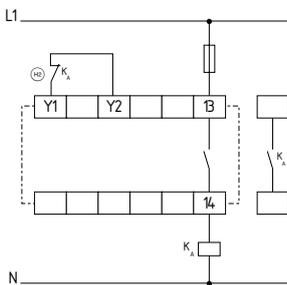

Fig.7
**Comando de canal único (ver Fig. 7)**